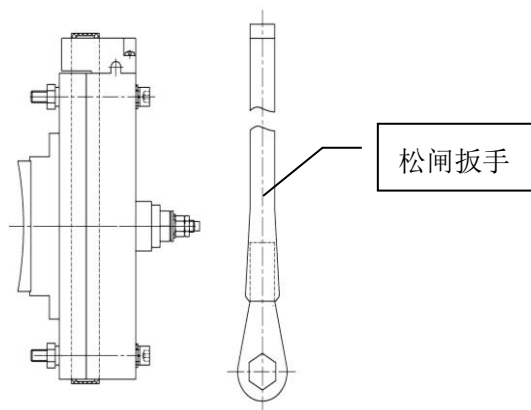

图 30 手动松闸装置图示
- 电梯在运行过程中如出现故障或由于停电引起的关人情况，可以使用手动盘车装置进行紧急放人，示意图 30 所示。